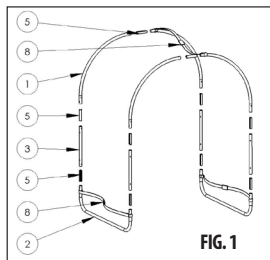

FIG. 1
- 1) Composición del marco de soporte del calentador de los diferentes tubos y acoplamientos (FIG. 1). DURANTE EL MONTAJE DEL MARCO HAY QUE INSERTAR CINTAS CON EL ACOPLAMIENTO (8) LAS 2 CINTAS INFERIORES SIRVEN PARA FIJAR EL PANEL SOLAR, LA CINTA SUPERIOR IMPIDE QUE SE ABRA LA PARTE SUPERIOR DEL MARCO Y ESTÁ CUBIERTA POR EL PANEL.